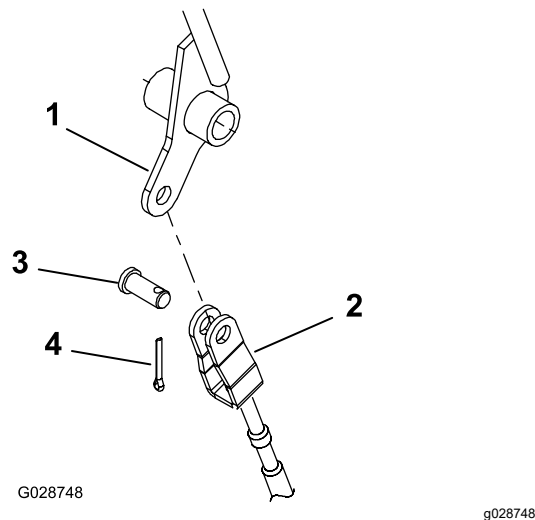

Figura 9
2. Conecte el pasador del cable de la TDF al orificio en la palanca de la TDF con un pasador de horquilla y un pasador de chaveta (Figura 9).